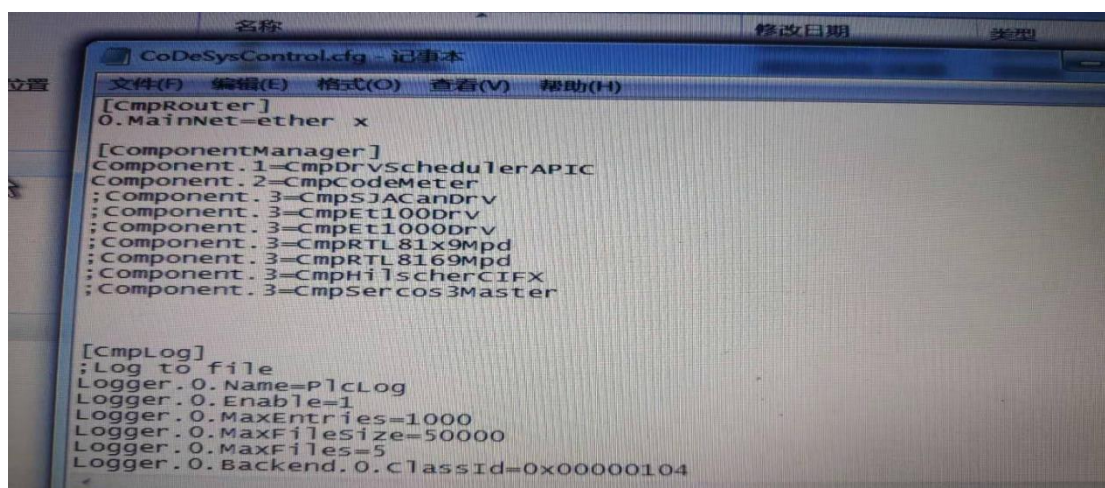

图 2-5-5 RTE 未注册下的 CodesysControl.cfg 文件
3. 在... \3S CODESYS\CODESYS Control RTE3\ 目录下的 CodesysControl.cfg 这个配置文件用记事本的方式打开如图 2-5-5，将下面的 Component Manager 栏修改成以下后保存，如图 2-5-6: